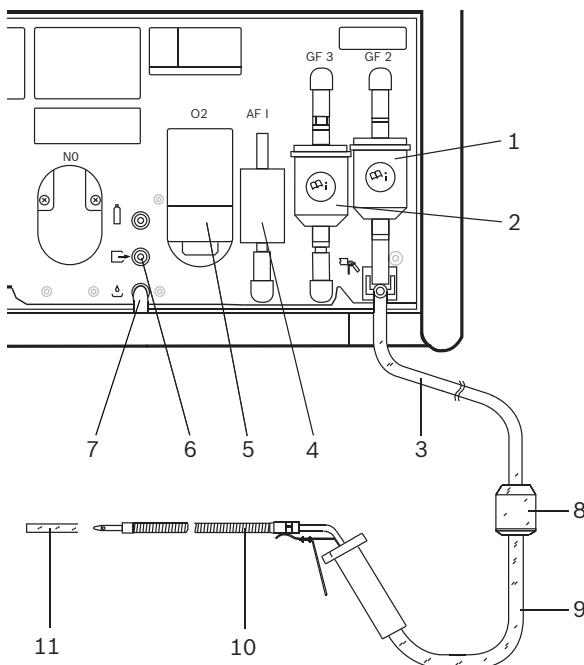

Fig. 3: BEA 060
- Skift af grovfilter GF1 (fig. 3, pos. 8) i udtagningsslange.
- Skift af grovfilter GF2 (fig. 3, pos. 1), se kapitel 5.4.4.
- Kontroller at begge PVC-slanger er tilsluttet på gasudgange (fig. 3, pos. 6 og 7).
- Visuel kontrol af udgangssonde (fig. 3, pos. 10).
- Skift af aktivt-kul filter (fig. 3, pos. 4) i kalibreringsgaslinje.